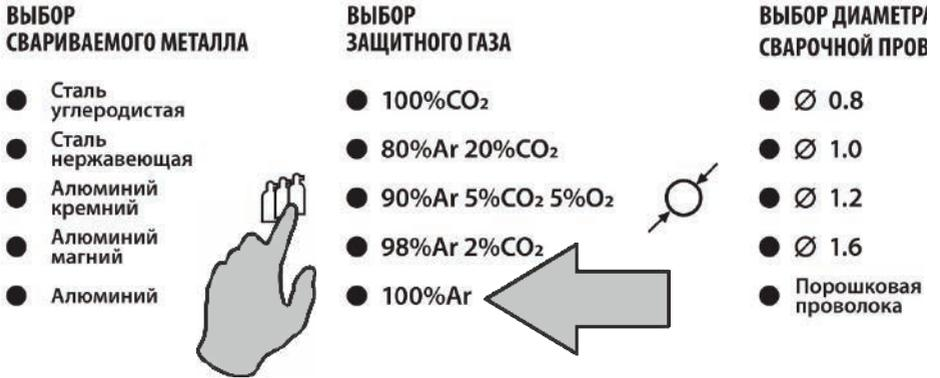

Рис. 8.7.3. Выбор типа защитного газа.
3. Выберите тип защитного газа (см. рис. 8.7.3). Защитный газ выбирается в зависимости от требований, предъявляемых к сварочному шву.